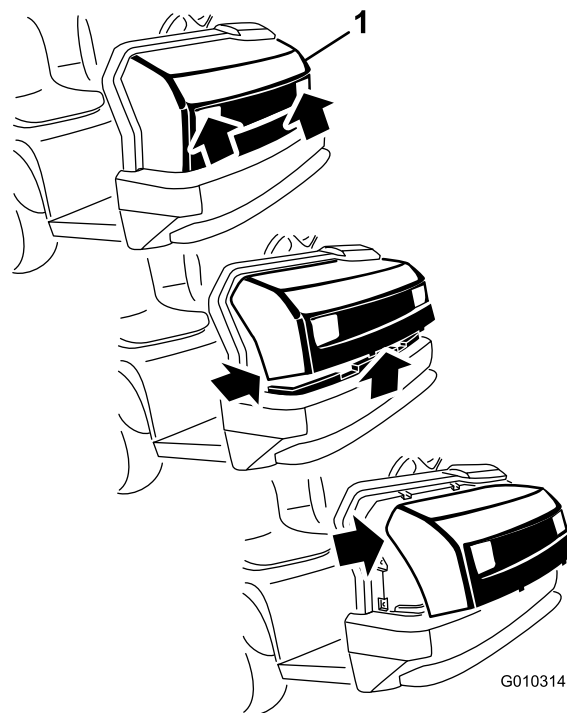

**Рисунок 38**
- Точка подъема на домкрате передней стороны автомобиля находится под передней средней рамной опорой (Рисунок 37), а сзади - под осью (Рисунок 38).